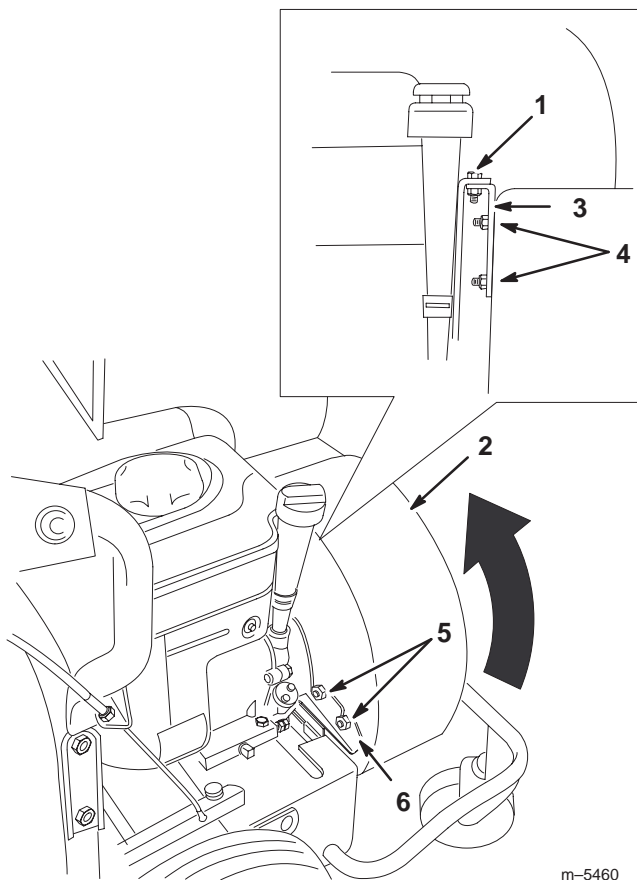

Bild 16
6. Entfernen Sie die Schraube, mit der das Gebläsegehäuse am Motorbügel abgesichert wird (Bild 16).
7. Entfernen Sie die zwei Sicherungen, mit denen das Gehäuse am Motorbügel abgesichert wird und entfernen den Bügel (Bild 16).
9. Entfernen Sie die zwei Sicherungen, mit der das Gebläsegehäuse am Stabilisatorbügel abgesichert wird (Bild 16).